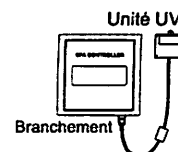

FIGURE 2
1. Mettre le disjoncteur du spa hors tension. Nous vous recommandons de vider le spa. Débrancher le système CLEARRAY du panneau de contrôle (Figure 2).
2. Une fois la lampe UV refroidie, enlever le couvercle (10) et le joint d'étanchéité (9) du système CLEARRAY en dévissant les quatre vis (11).